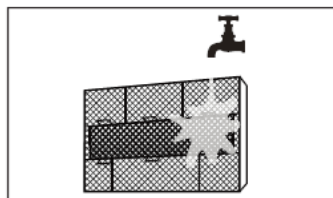

fig. 20 -
5. Spălați filtrele principale cu apă sau curățați-le cu un aspirator "fig. 20 -". Lăsați filtrele să se usuce complet fără expunerea la soare direct.